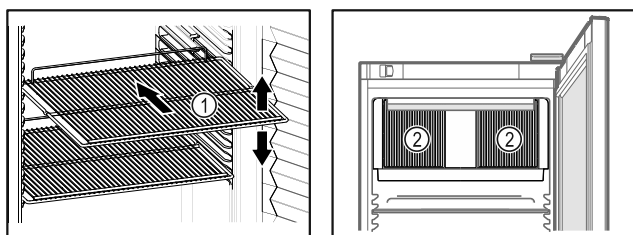

Fig. 58 Ilustratīvs attēlojums Fig. 59
- Ja novietošanas režģi Fig. 58 (1) ir novirzāmi, pielāgojiet tos pēc augstuma.